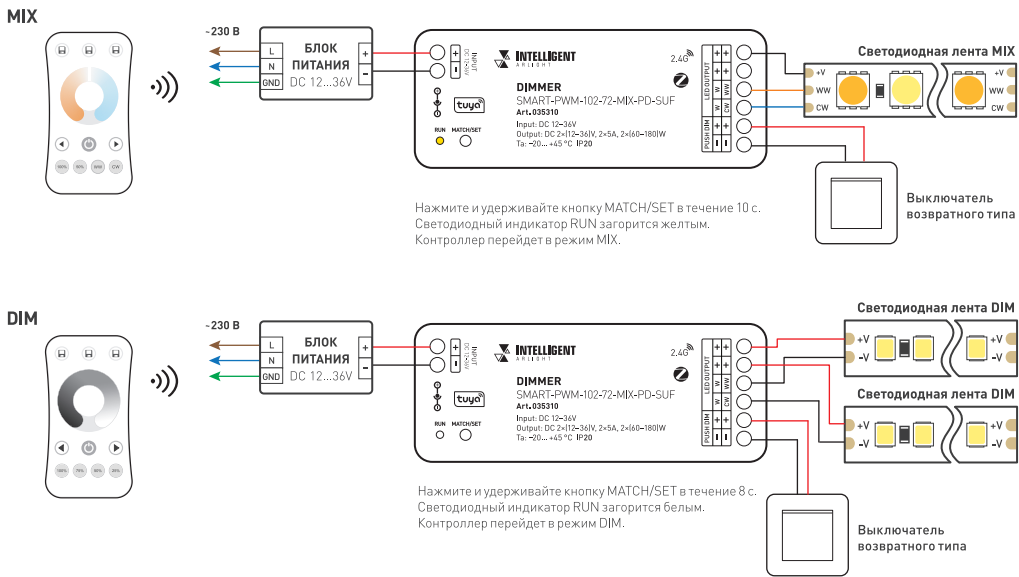

Рис. 1. Схемы подключения диммера SMART-PWM-102-72-MIX-PD-SUF
- 3.2. Подключите диммер согласно одной из схем на рис. 1.